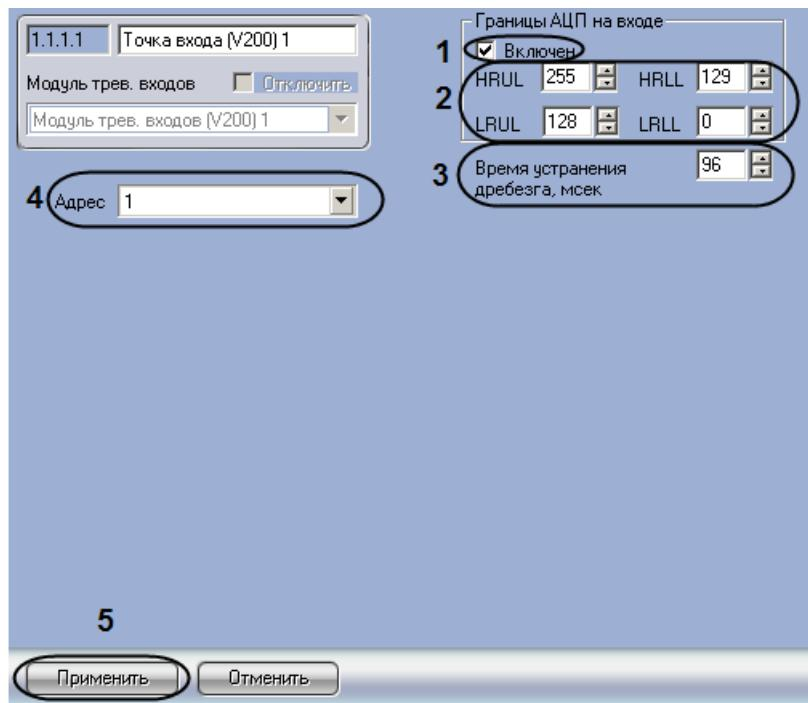

Рис. 3.8—5 Настройка точек доступа интерфейсных модулей V200, V300
2. Если точка входа активна, необходимо установить флажок **Включен** (см. Рис. 3.8—5, 1).
3. Настроить ограничения точки доступа (см. Рис. 3.8—5, 2) (см. раздел *Настройка ограничений в ЭСПЛЗУ*).